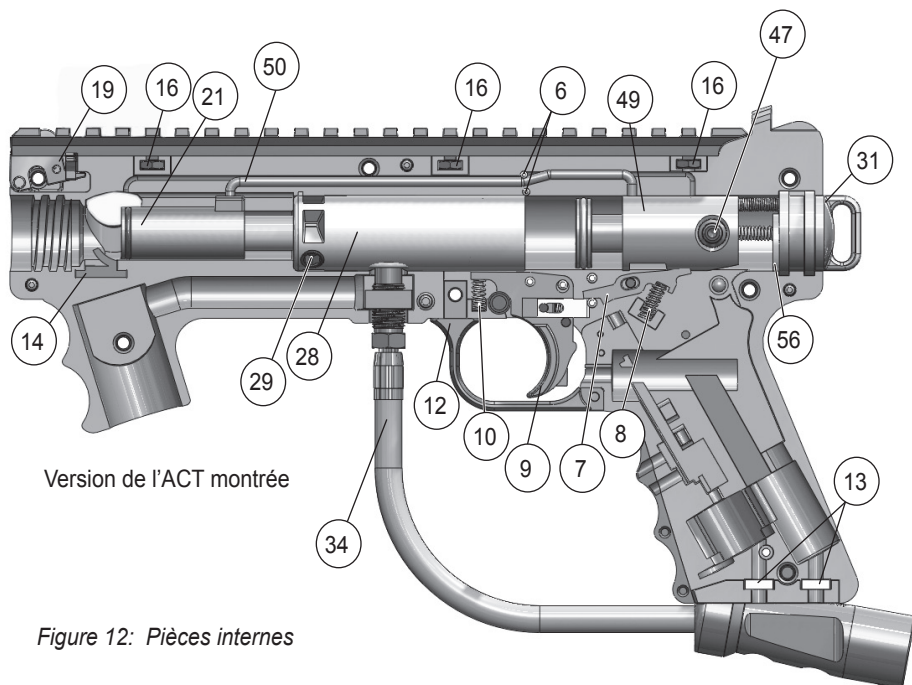
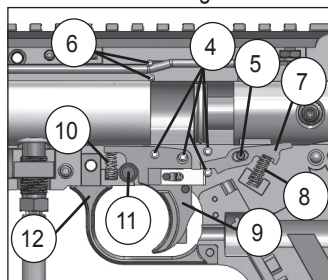

Figure 12: Pièces internes
Figure 15: Détail de Détente et Sear
1. Pour enlever le Canon (38), dévissez le canon du receveur. Pour le remonter, vissez-le dans le sens des aiguilles d'une montre dans le receveur.
2. Utilisez la clé Allen incluse avec votre marqueur pour visser la vis de réglage de la vitesse (29) dans le sens des aiguilles d'une montre.
3. Enlevez le Feeder (40). Appuyez sur le viseur avant pour libérer le Feeder. Dévissez le Feeder du receveur puis, tirez dessus pour enlever l'attache des encoches de montage. Mettez le Feeder de côté.
4. Enlevez toujours la moitié du receveur arrière gauche (32) en premier. Pour enlever le receveur arrière gauche, déposez le marqueur coté gauche vers le haut. Retirez les 5 vis (24) indiquées ci-dessus en utilisant la clé Allen. Soulevez délicatement le receveur arrière gauche de la moitié droite.
avant (19), le ressort du viseur avant (18), l'attache du viseur avant (20) ou le Ball détente (14) comme indiqué en figure 12. Ne remplacez l'attache du viseur avant que si elle est cassée. Pour enlever la moitié avant gauche du receveur, retirez le petit écrou du receveur (26) située près du viseur avant ainsi que le long écrou (27) du grip avant.
6. Référez-vous à la Figure 12. Pour les marqueurs équipés de l'**ACT**, enlevez le guide de l'attache (48), le guide du ressort (52), le ressort ainsi que les pièces de l'**ACT** (51, 53, 54, et 55) et la rondelle du butoir (56) avec le End Cap (31) de la moitié droite du receveur.
7. Enlevez la sear (7) et le ressort de la sear (8). Analysez les pièces pour voir si elles ne sont pas abîmées et remplacez-les si nécessaire. Pour le remontage, veuillez noter que l'attache noire (5) sert pour la sear (voir figure 15).
8. Référez-vous à la Figure 12. Tournez et sortez l'attache de l'engrenage (50). Enlevez la culasse arrière (49) et la culasse avant (21). Analysez les pièces pour voir si elles ne sont pas abîmées et remplacez-les si nécessaire. Vérifiez l'état des rondelles.
9. Référez-vous à la Figure 12. Vous pouvez à présent enlever la poignée (47) de la culasse arrière (49).
Ces instructions supposent que vous ayez déjà parcouru les instructions de démontage du marqueur. Référez-vous à la Figure 12.
- Installez les 4 attaches de la détente (4). Montez l'attache noire de la sear (5). Installez les deux attaches de l'engrenage* (6) indiquée en figure 15.
- Placez la détente (9) dans les attaches. Installez le ressort jaune de la détente (10). Assurez-vous que la protection de la détente (12) soit en place.
- Reportez-vous à la figure 12 et installez la culasse avant* (21) ainsi que la culasse arrière* (49). Tournez-les pour que les trous soient accessibles à l'engrenage. Insérez l'engrenage* (ACT #50, non ACT #51) dans les trous et tournez pour que l'engrenage se trouve entre les attaches (6).
- Placez la Sear (7) dans l'attache. Installez le ressort vert de la sear (8) comme indiqué en figure 15.
- Pour les marqueurs **équipés de l'ACT**, reportez-vous à la photo éclatée aux pages 16 et 17 et installez la ventouse du ressort* (51), le long ressort supérieur* (53) et